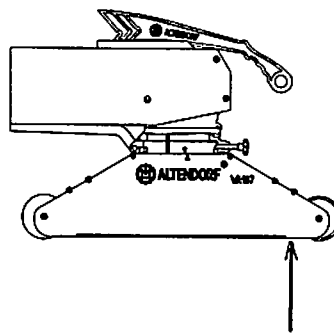

Abb.49
- die Schutzhaube ganz nachdrücken, Abb. 49